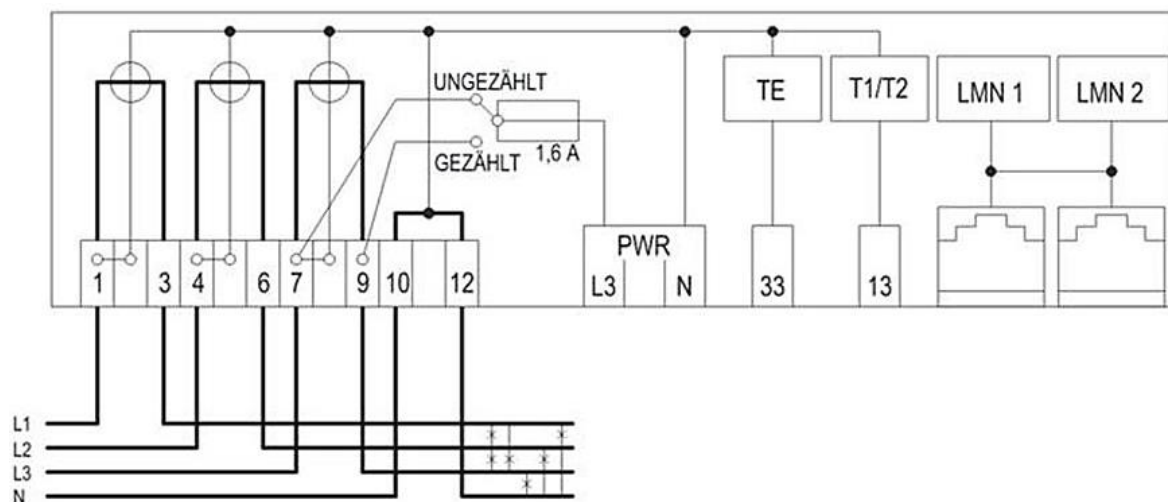

Bild 31: Anschlussdiagramm für den MT631/MT632 Zähler
2. Phasenleiter laut Anschlussdiagramm (siehe Bild 31) anschliessen.